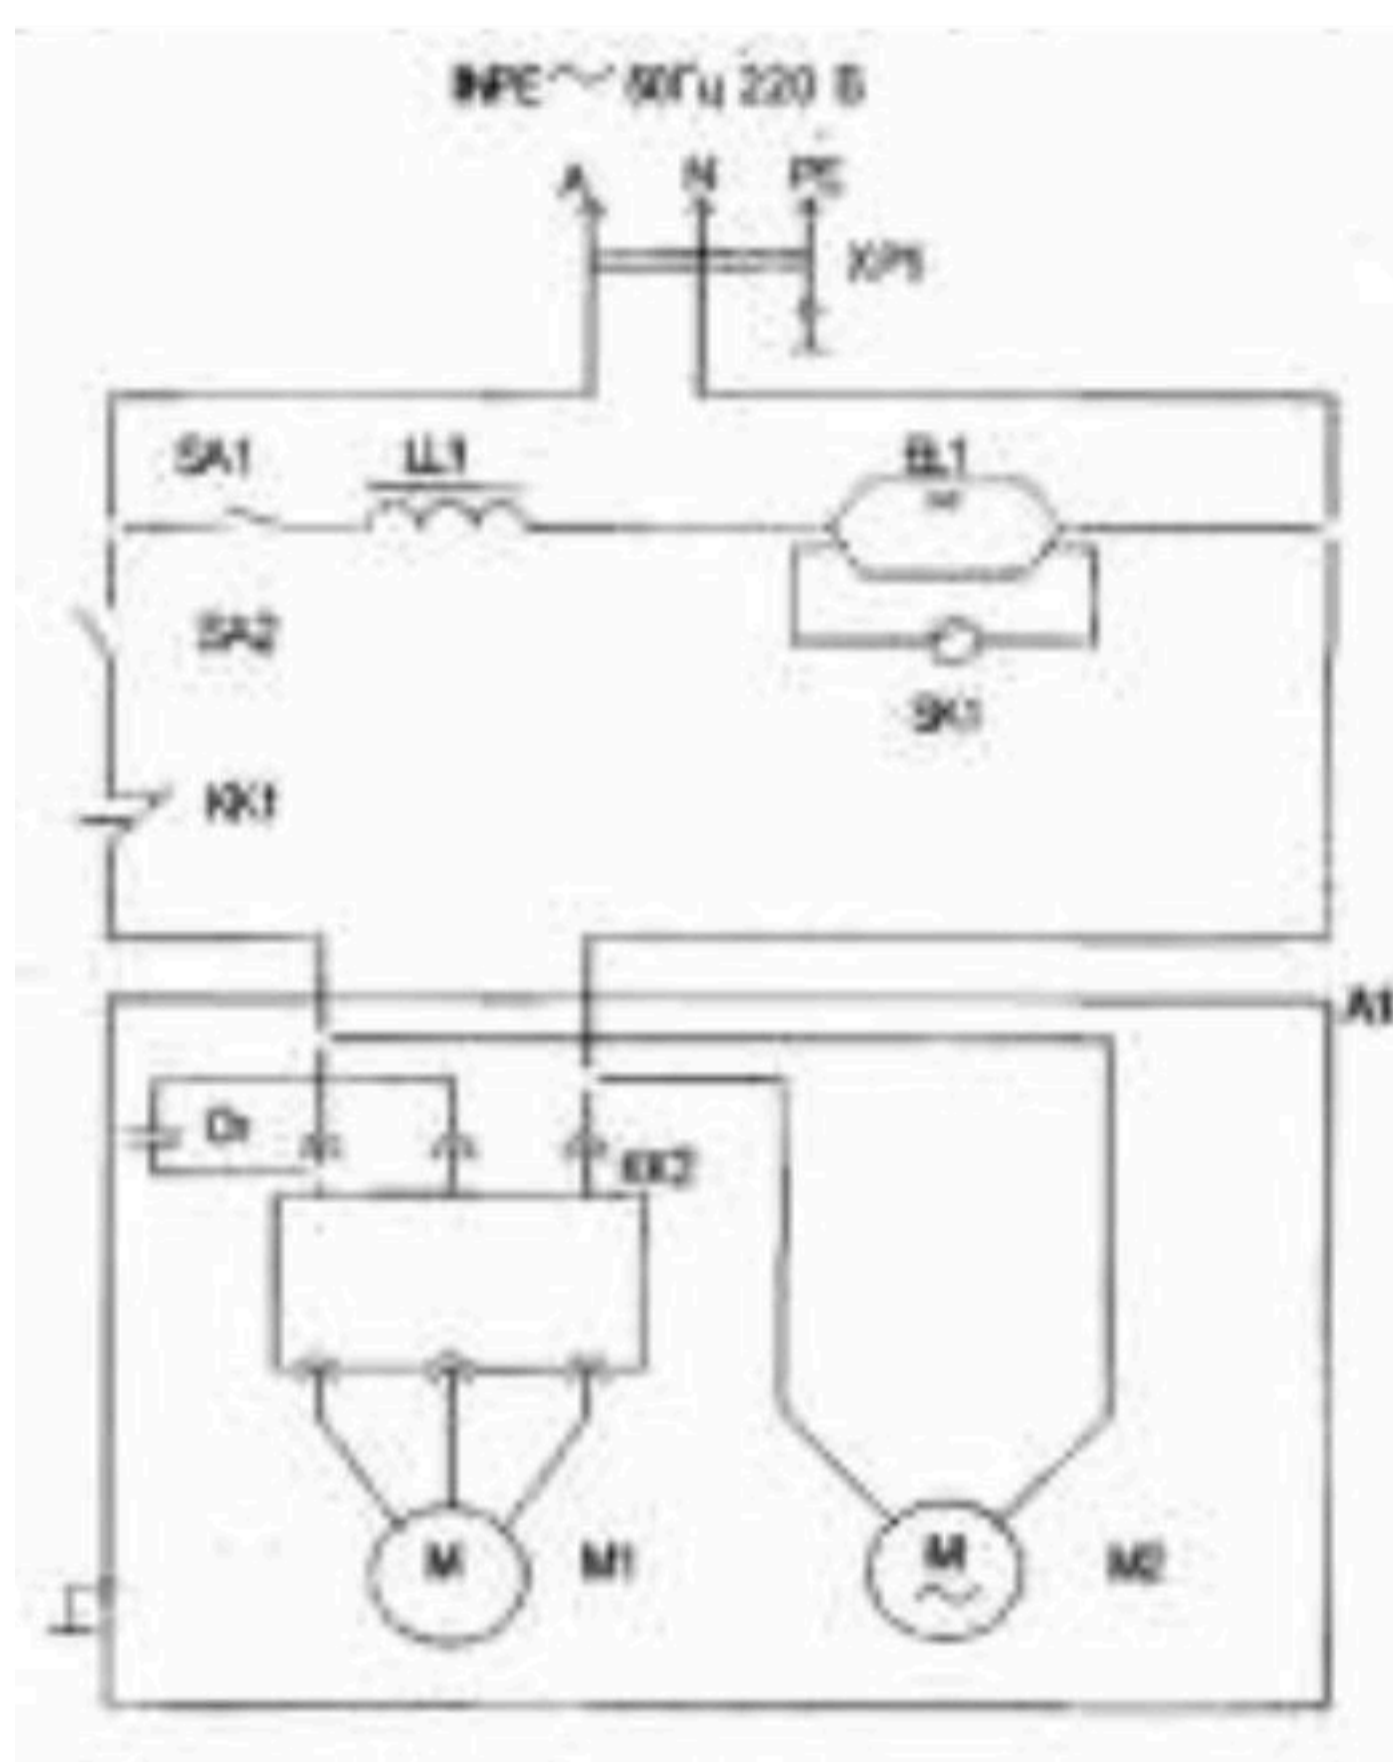

Рисунок 3
- 5.6. Схемы электрические принципиальные показаны на рис. 3, 4. Продукты и полуфабрикаты должны быть равномерно расположены в пластмассовых или нержавеющей функциональных емкостях на демонстрационных противнях. Нормы загрузки должны быть в соответствии с табл.1. Превышение норм загрузки ЗАПРЕЩАЕТСЯ!